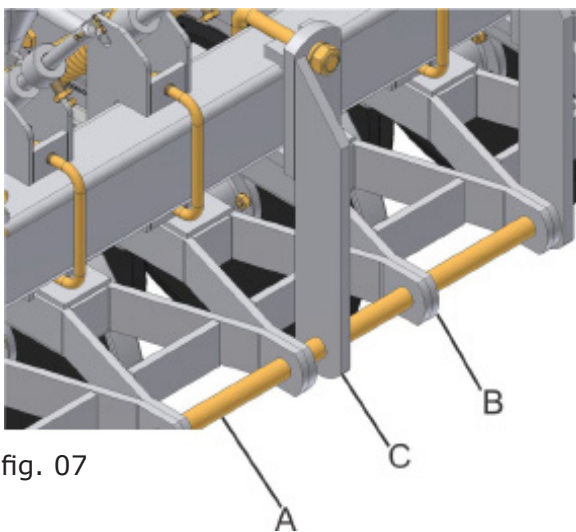
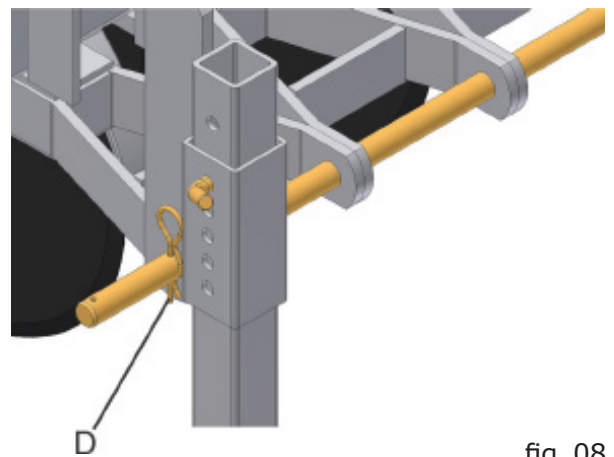
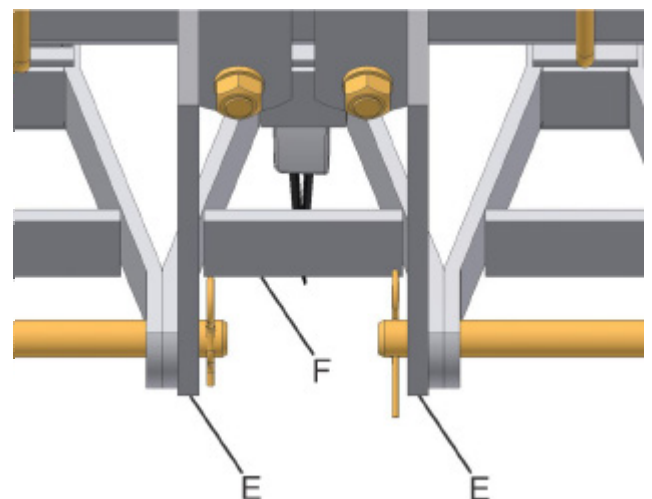

fig. 07
fig. 08
fig. 09
- 4- Introduzca el eje de fijación (A) (fig.07), de las hileras haciendo que las mismas queden unidas unas de las otras, de tal forma que la hilera central (B) deba poseer un soporte (C) para la fijación del eje, mantenga siempre el mayor cuidado con las **hileras más cercanas a los neumáticos para que estas sean más largas**, indiferente del modelo o número de hileras que componen la sembradora.
- 5- Tras el montaje de las hileras en los soportes, trabe el eje de fijación (A) usando las grapas "R" (D) (fig.08) en sus extremidades.
- 1- Fije las dos chapas centrales (E) (fig. 09), en el centro del chasis;
- 2- Introduzca el eje de fijación de las hileras (A) (fig. 07), observando la posición del soporte intermedio (C) (fig. 07);
- 4- Ponga en su lugar la hilera central (F) (fig. 09), alinee el soporte intermedio (C) (fig. 07), en el conjunto de las hileras;
- 6- Tras el montaje de las hileras en los soportes, trabe el eje de fijación (A) (fig. 07), usando las grapas "R" (D) (fig. 08) en sus extremidades.
Asegúrese que la hilera central del conjunto (F) (fig. 09), esté centralizado en el chasis, haciendo uso de una cinta métrica (o metro).